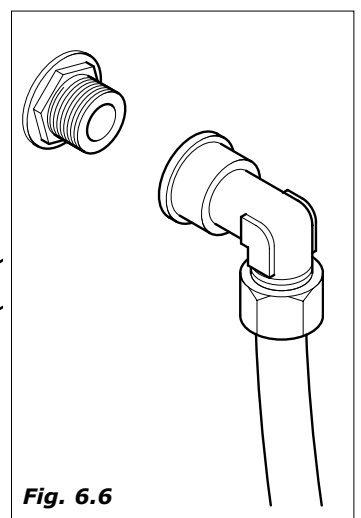

Fig. 6.6
- la conexión prevista es de 3/8 macho(Fig.6.6).